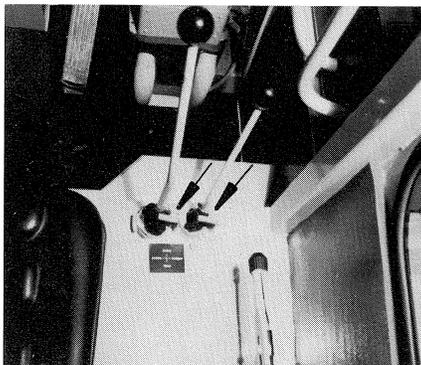

Bild 10
- Beide Bedienhebel im Fahrerstand mittels der Arretierungen blockieren (Bild 10/Pfeile).
- Arretierung für Handhebel (siehe Bild 10)